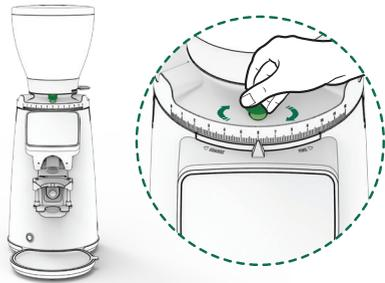

Fig. 15
12.3.10. Para evitar perder la posición de la escala del regulador con respecto al punto de molienda actual, es esencial apretar el freno regulador de molienda (7), girándolo en sentido horario (Fig. 15).